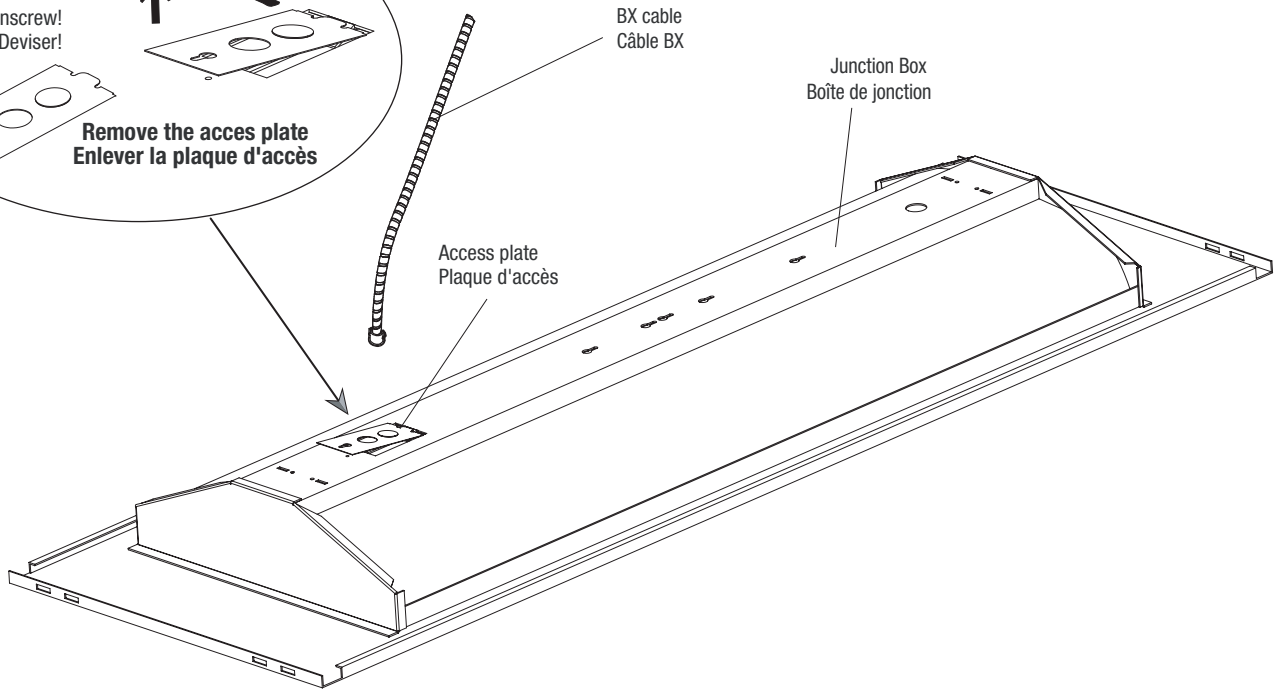

Fig. 2
3. Remove the access plate of the junction box (see Fig. 2 detail).
3. Enlever la plaque d'accès de la boîte de jonction (voir le détail dans la Fig. 2)
6. Installer la plaque d'accès en utilisant la vis de sécurité (Fig. 2 détail).